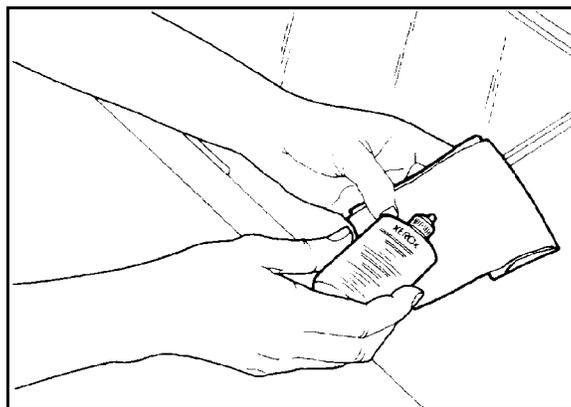

Figura 2: Humedecer um pano que não largue pêlos
- 1 Humedeça ligeiramente um pano limpo, que não largue pêlos, (Figura 2) com uma pequena quantidade de líquido de limpeza para lentes e espelhos Xerox ou Xerox Europe ou limpa-vidros que não seja abrasivo, tal como o Windex ou Glass Plus.